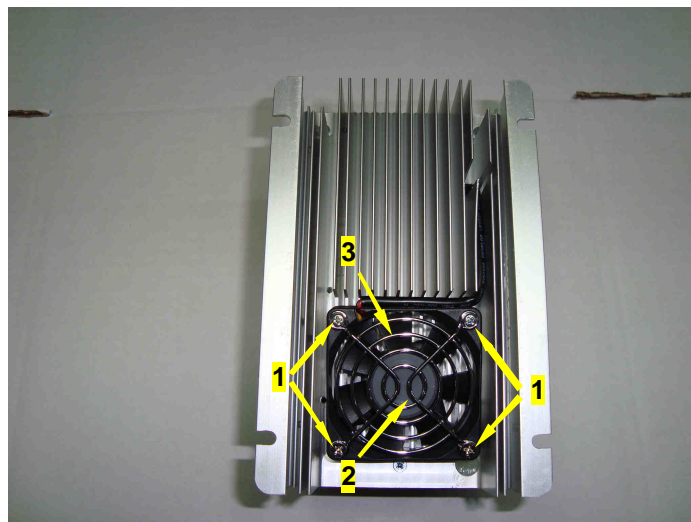

Рис. 7.10
7.6.2. Закрепить вентилятор 2 с решеткой 3 четырьмя винтами 1 (рис. 7.10).